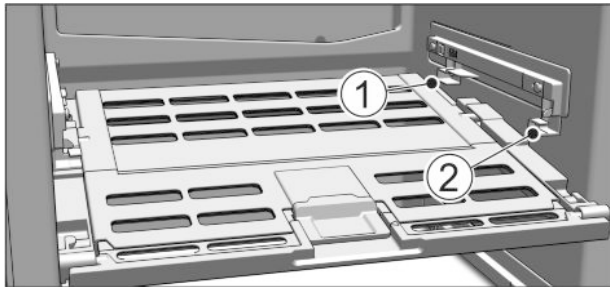

Fig. 16
- ▶ Colocar la tapa del cajón para conservación de frutas y verduras: introduzca los nervios de la tapa desde abajo en el soporte trasero Fig. 16 (1) y encájelos por delante en el soporte Fig. 16 (2).